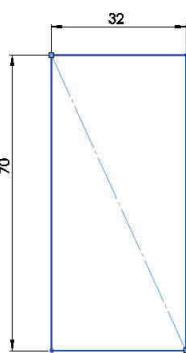

Fig. 6.2b
- Selectie diagonala și punctul origine. În caseta PropertyManager se va activa opțiunea **Midpoint**, fig. 6.2b. Mijlocul diagonalei va fi plasat pe originea sistemului, fig. 6.2c.
- Select the diagonal and the origin point. In the PropertyManager window activate **Midpoint** option, fig. 6.2b. The middle of diagonal will place over the origin point, fig. 6.2c.